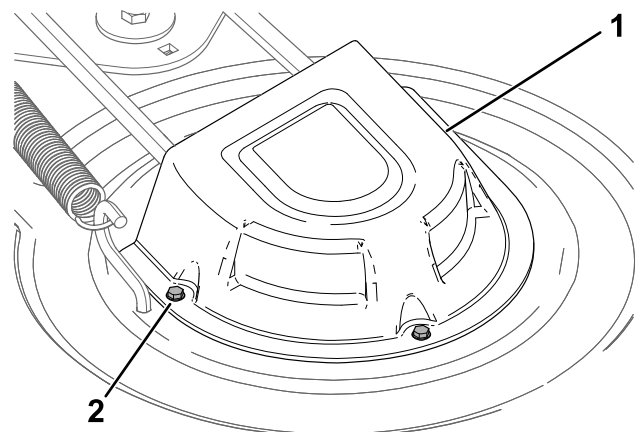

Figura 54
4. Allentate le viti e rimuovete le coperture delle pulegge (Figura 54).